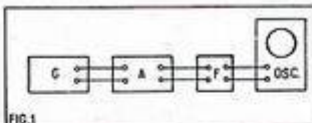

FIG. 1
Cette mesure pourrait s'effectuer à l'aide d'un oscilloscope, d'un générateur et de divers filtres suivant le schéma de la figure 1.
d) Interchangeons un filtre entre la sortie de l'amplificateur et l'entrée de l'oscilloscope c'est-à-dire reproduisons le montage de la figure 1.
On réalise un montage comme celui de la figure 1 dans lequel le filtre est celui de la figure 4. On accorde le générateur sur la fréquence f pour laquelle on désire connaître la distorsion totale.
Il est conseillé de monter l'intégralité du filtre de la figure 4 dans un boîtier métallique entièrement clos. On reliera avec des câbles blindés, l'entrée et la sortie de ce filtre, aux appareils indiqués par la figure 1.